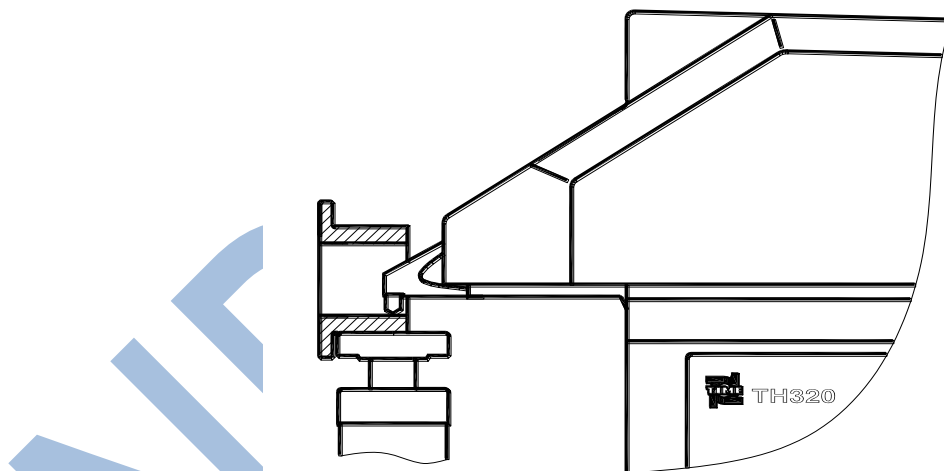

Рисунок 1.2
- Уникальная структура. За счет специальной конструкции головки индентора (см. рисунок 1.2) прибор можно использовать не только для выполнения общих испытаний, проводимых обычными твердомерами, но также для работы с такими поверхностями как внутренняя часть кольцевых деталей и труб, что невозможно сделать с помощью обычного твердомера.